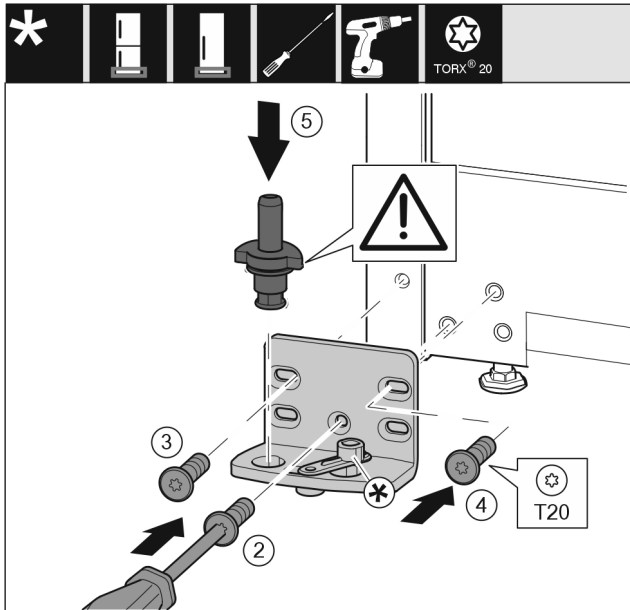

Fig. 36
- ▶ Colocar el soporte de apoyo en el otro lado y atornillarlo con la ayuda de un destornillador T20. Empezar por el tornillo 2 en la parte inferior central. *Fig. 36 (2)*
- ▶ Apretar los tornillos 3 y 4. *Fig. 36 (3,4)*
- ▶ Introducir totalmente el perno de apoyo. Asegurarse de que el saliente de retención mire hacia atrás. *Fig. 36 (5)*